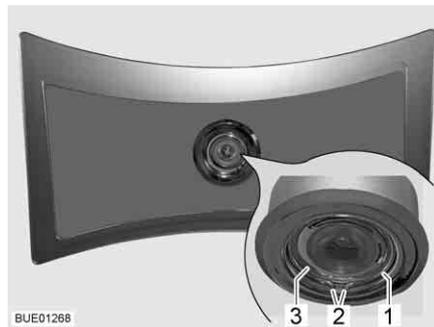

Bild 206 Deckenleuchte
- Federring (Bild 206,1) an den beiden Enden (Bild 206,2) zusammendrücken und abnehmen.
- Gehäuse (Bild 206,3) mit LED aus Leuchte herausnehmen.